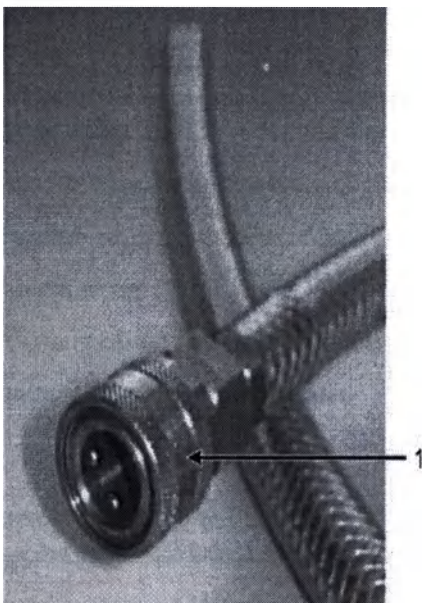

Рисунок 53. Шланг удаленного наполнения/слива
- Перед заполнением или осушением емкостей с реагентами, подключите шланг удаленного заполнения / слива (рис. 53) к линии удаленного заполнения / слива (рис. 53).